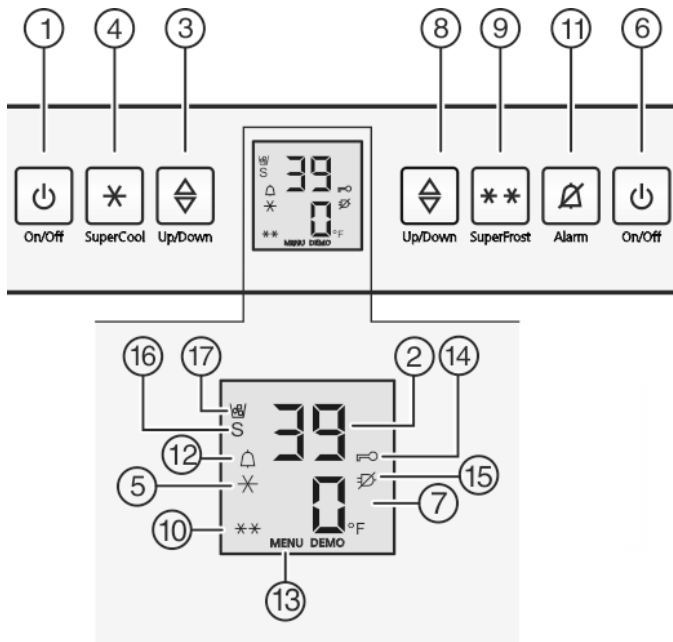

Fig. 3
- Pulse la tecla On/Off del compartimiento congelador Fig. 3 (6).
- ▶ Pulse la tecla On/Off del compartimiento frigorífico *Fig. 3 (1)*.
- ▶ Utilice la tecla de ajuste del compartimiento congelador *Fig. 3 (8)* para seleccionar **c**.
- ▶ Confirmar con la tecla SuperFrost *Fig. 3 (9)*.
- ▷ El símbolo de seguridad para niños *Fig. 3 (14)* se ilumina en el indicador.
- ▶ Pulse brevemente la tecla On/Off del compartimiento congelador *Fig. 3 (6)*.
- ▶ Activar el modo de ajuste: pulse la tecla SuperFrost *Fig. 3 (9)* durante aprox. 5 segundos.
- ▷ En el indicador se visualiza el símbolo Menú *Fig. 3 (13)*.
- ▷ El símbolo seguridad para niños *Fig. 3 (14)* desaparece.
- ▶ Activación del modo de ajuste: pulse la tecla SuperFrost *Fig. 3 (9)* durante 5 seg. aproximadamente.
- ▷ El símbolo de menú *Fig. 3 (13)* se ilumina.
- ▶ Utilice la tecla de ajuste del compartimiento congelador *Fig. 3 (8)* para seleccionar °.
- ▶ Confirmación: Pulse la tecla SuperFrost *Fig. 3 (9)* brevemente.
- ▶ Utilice la tecla de ajuste del compartimiento congelador *Fig. 3 (8)* para seleccionar °F o °C.
- ▶ Desactivación del modo de ajuste: Pulse la tecla On/Off *Fig. 3 (6)* del compartimiento congelador.